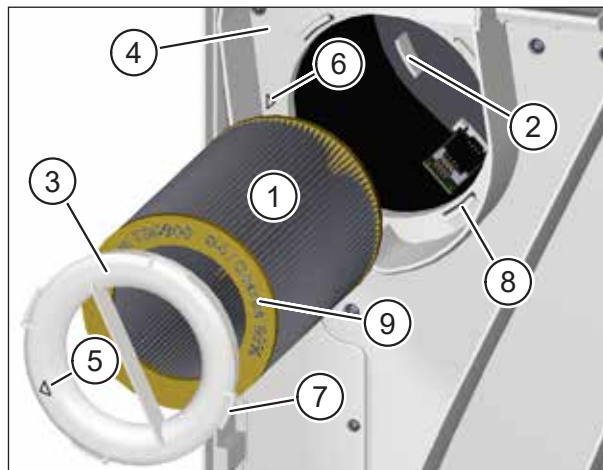

Fig. 18 : Mettre en place le nouveau filtre d'air repris
- ▶ Introduisez avec précaution le nouveau filtre d'air repris (pos. 1 dans Fig. 18) dans l'appareil d'aération.
- ▶ Veillez à ce que le filtre à air glisse dans les 3 ergots de retenue (pos. 2 dans Fig. 18) sur la paroi arrière de l'appareil d'aération.
- ▶ Posez l'anneau du filtre (pos. 3 dans Fig. 18) sur le filtre d'air repris. Veillez à ce que l'anneau du filtre repose à plat sur la plaque intermédiaire (pos. 4 dans Fig. 18).
- ▶ Tournez l'anneau de filtre dans le sens des aiguilles d'une montre, jusqu'à ce que la flèche sur l'anneau de filtre (pos. 5 dans Fig. 18) soit alignée avec la flèche de la position d'arrêt (pos. 6 dans Fig. 18). Veillez à ce que les 4 ergots (pos. 7 dans Fig. 18) sur l'anneau du filtre s'enclenchent dans les supports (pos. 8 dans Fig. 18) sur la plaque intermédiaire.
- Seul le filtre M-WRG-II FS, n° d'art. 750000, peut être utilisé comme filtre d'air repris. Le n° d'art. et la catégorie du filtre à air sont gravés sur la plaque d'extrémité jaune du filtre à air (pos. 9 dans Fig. 18).